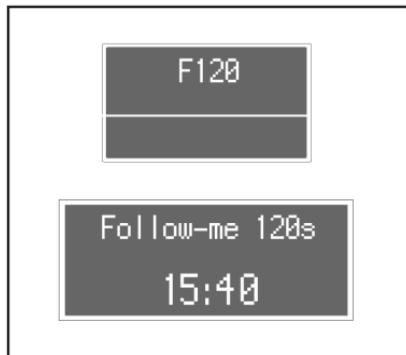

fig. 56
Sistema Follow me Home - fig. 56
■ - Funcionamiento intermitente/automático (con sensor de lluvia). Algunas versiones permiten cuatro tipos de intermitencia) de la más lenta a la más rápida) fig. 56.